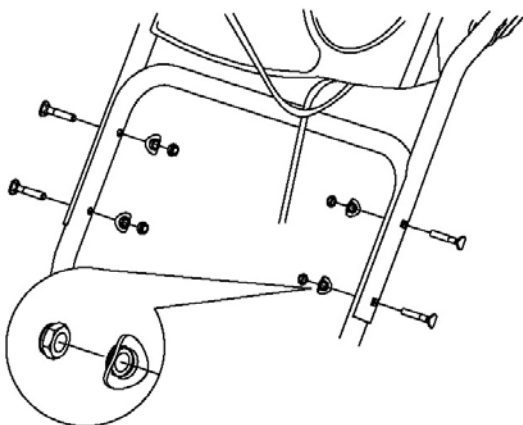

Рисунок 4
2. Закрепите верхнюю рукоятку 4 болтами, 4 изогнутыми прокладками и 4 контргайками (Рис. 4)